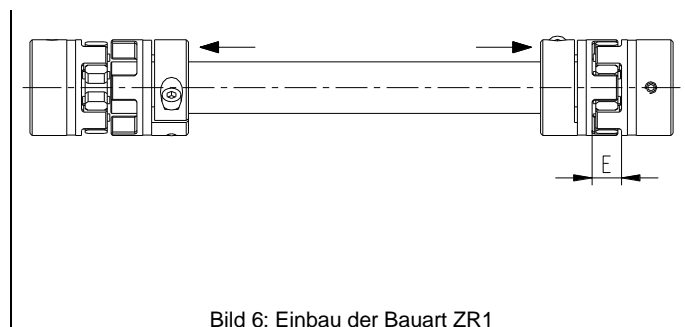

Bild 6: Einbau der Bauart ZR1
- Durch axiales Verschieben der ZR-Klemmnaben auf dem Rohr, kann das E-Maß (Tabelle 1) eingestellt werden (siehe Bild 6).